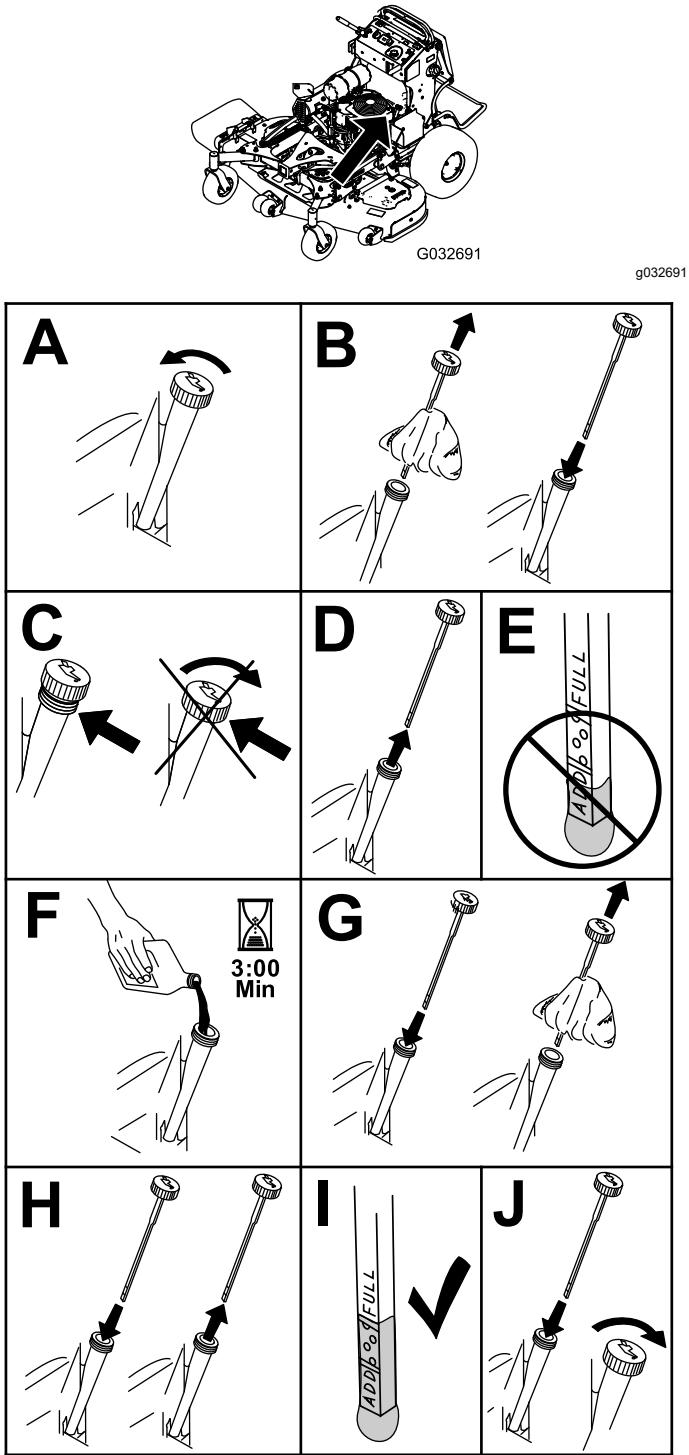

Figura 43
3. Compruebe el nivel de aceite del motor, según se muestra en (Figura 43).